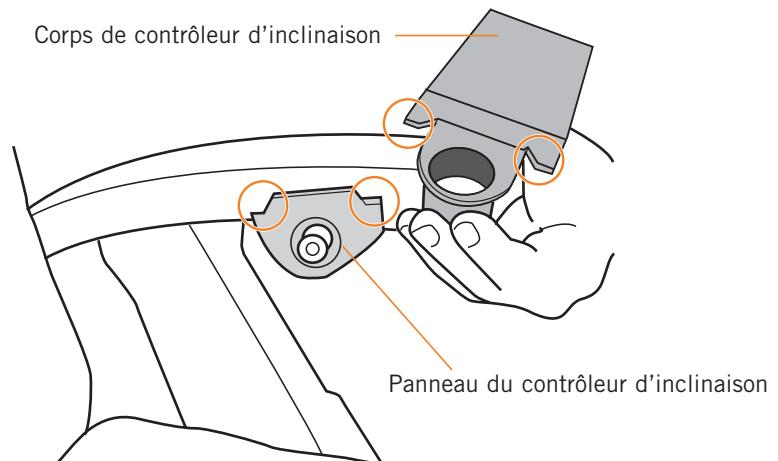

Fig.1
2. **PC-600/610:** Veuillez prendre note de la forme du haut du panneau de commande d'inclinaison et de la forme correspondante du boîtier de contrôleur d'inclinaison (Fig.1).